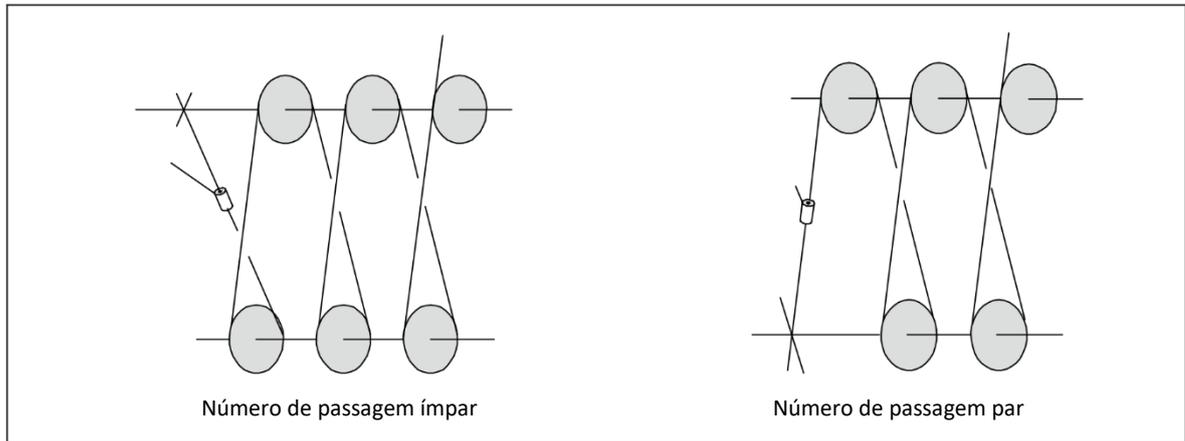

Figura 4-43 Localização do peso do interruptor de fim de curso de elevação
- (1) **Você deve alterar a localização da chave de fim de curso de içamento se tiver um número diferente de passagens de cabo de aço. Consulte a figura 4-43.**